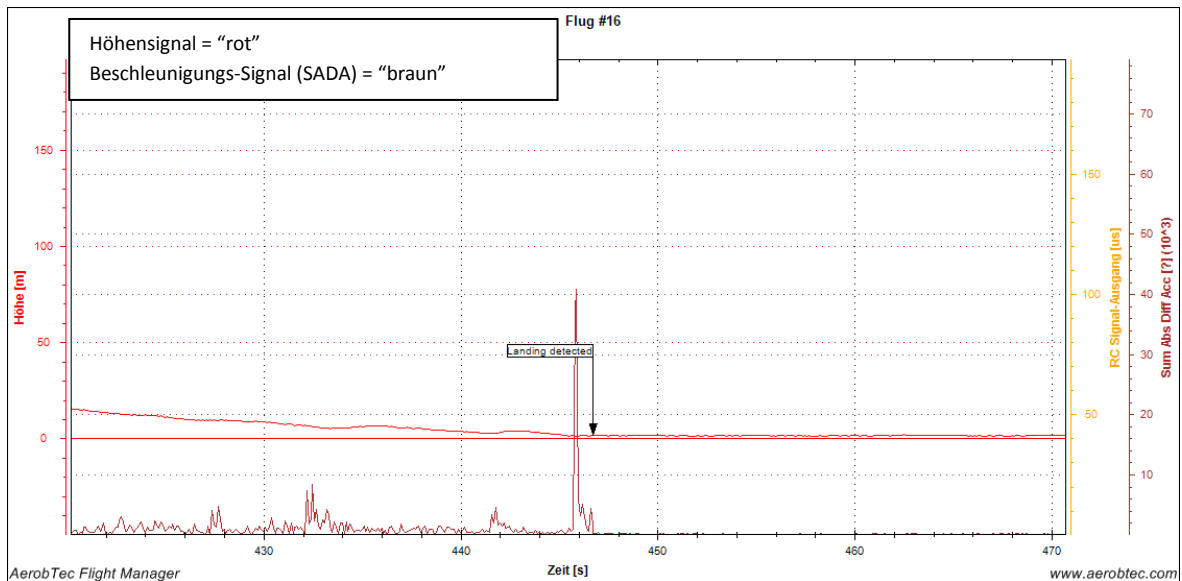

Abb.06
**Abb.06** zeigt folgenden Ablauf: Im Landeanflug sind ständig endliche SADA-Signale durch die Korrektur der Bahnkurve vorhanden; beim Aufsetzen ist ein Beschleunigungs-Peak vorhanden (dessen Amplitude allerdings stark von der „Qualität“ der Landung abhängt). **Der Stillstand des Modells (Landing detected) ist das Ende der Flugzeit** und wird zehntelsekundengenau erfasst.